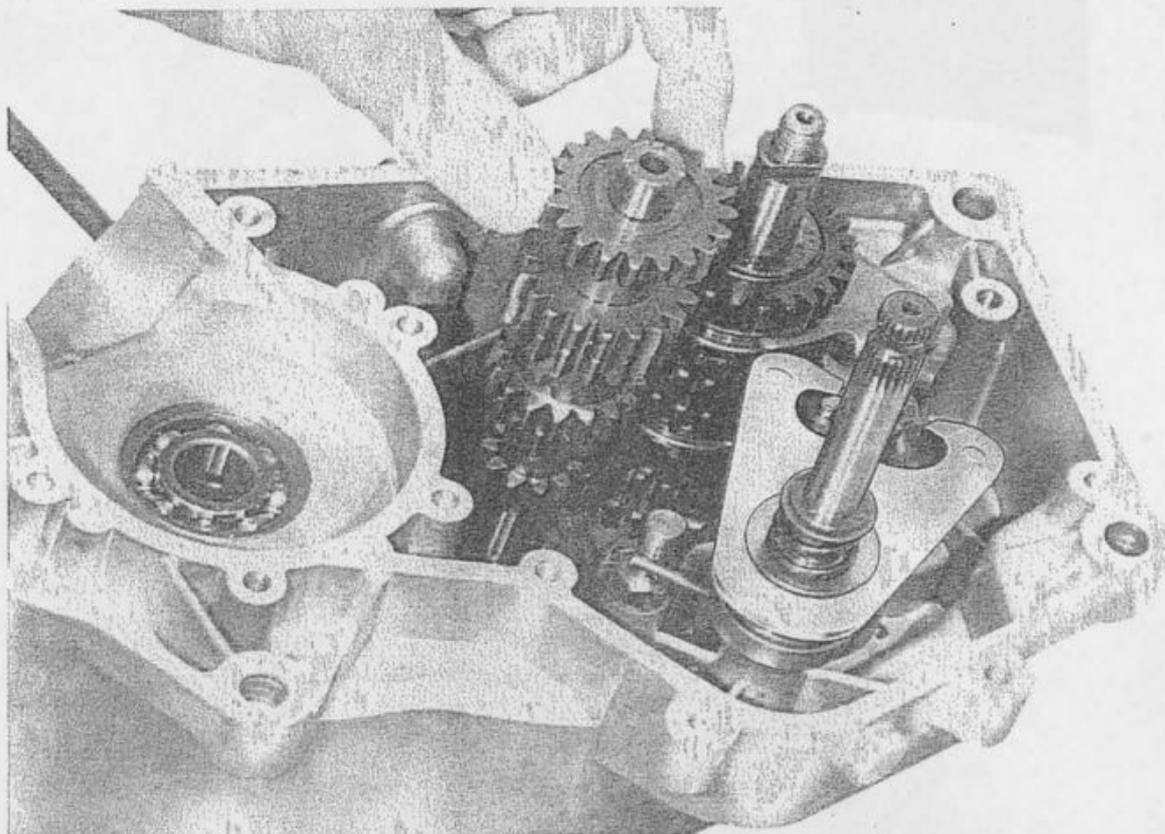

Fig. 32 - Montaggio albero primario cambio
- Montare l'albero primario cambio sul cuscinetto, comprimendo con la mano per introdurlo completamente nella sua sede. Nel compiere questa operazione, controllare che gli ingranaggi vadano ad accoppiarsi bene con i corrispondenti ingranaggi sull'albero secondario, ruotando all'occorrenza questi ultimi, per facilitarne l'accoppiamento (fig. 32).